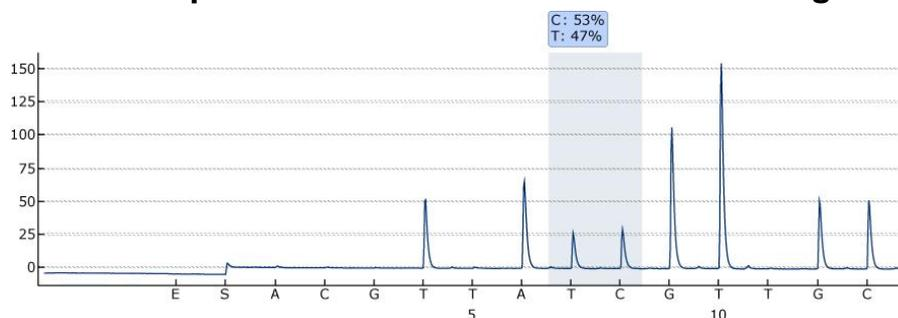

Figure 11. Pyrogramme du run 3
49. Dans le logiciel PyroMark Q24 MDx, ouvrir le run et analyser tous les puits. Le tracé des pics doit être similaire à celui de la Figure 11.